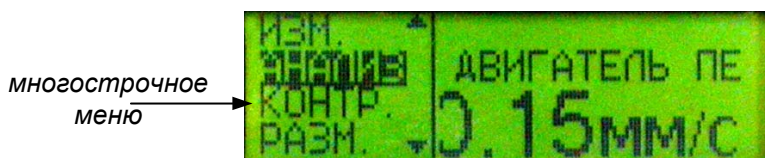

Рис. 3 – Экран с изображением главного меню программы
5.1.8. Многострочное меню (например: Рис. 3) может быть прокручиваемым. Прокручиваемое меню обозначается двумя стрелочками справа от меню. В таком меню количество пунктов, выводимое на экран, меньше количества пунктов меню.
5.1.14. Пункты главного меню (Рис. 3):